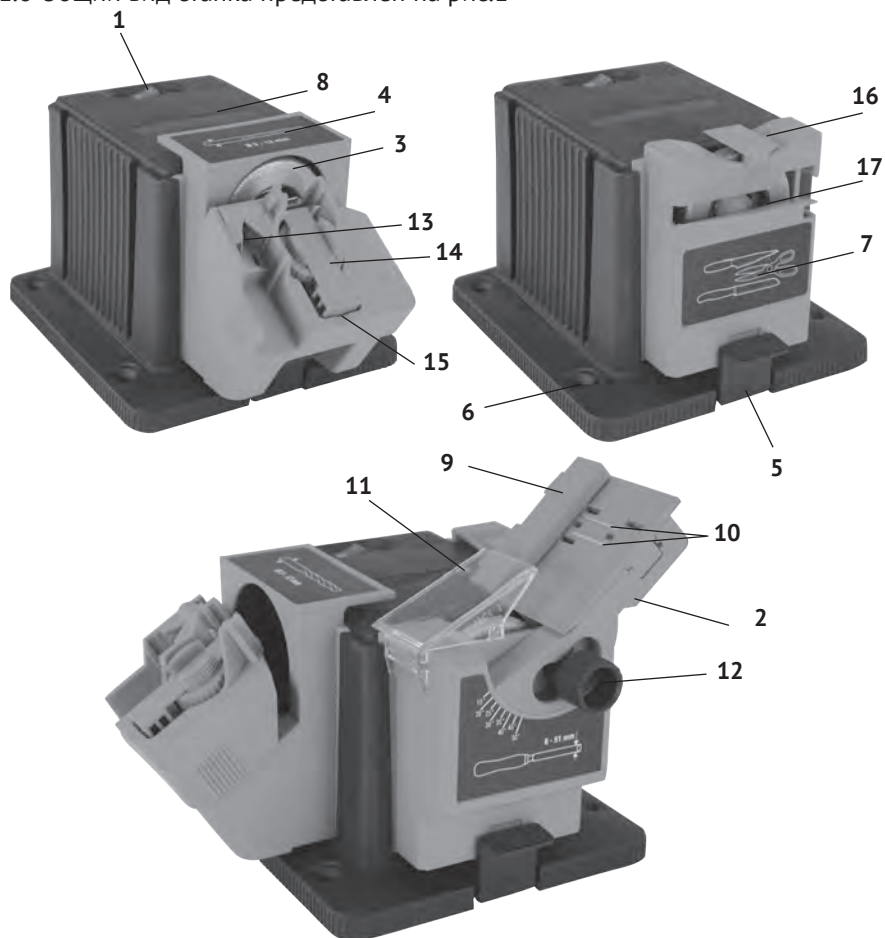
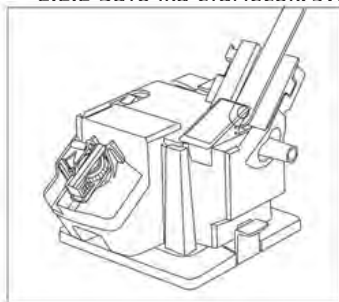
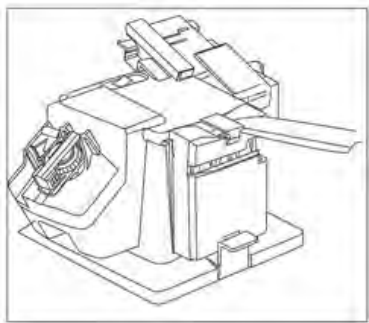
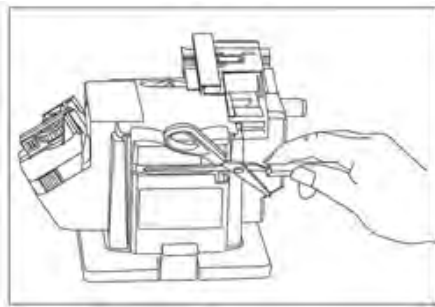

рис.1
рис.2
рис.4
рис.5
(далее по тексту – заточный станок) предназначен для заточки свёрл, ножей, ножниц и лезвий. Заточка различных инструментов производится с помощью 3-х сменных блоков: заточка свёрл (рис.1 поз.4); заточка стамесок, зубил (рис.1 поз.2) и заточка ножей или ножниц (рис.1 поз.7). Нужный для работы блок фиксируется в направляющих на фронтальной стенке станка с вращающимся алмазным кругом (рис.1 поз.3). При фиксации блока, срабатывает концевой выключатель (если микровыключатель не сработал, электродвигатель станка не включается).
1.6 Общий вид станка представлен на рис.1
1.7 Заточный станок состоит из силового блока (рис.1 поз.8), расположенного в пластиковом корпусе, закреплённом на основании. Силовой блок включает в себя электронную плату – выпрямитель и коллекторный двигатель постоянного тока. Для стационарного закрепления станка на верстаке (столе) шурупами или болтами, в основании имеются 4 монтажных отверстия (рис.1 поз.6). Крутящий момент с якоря электродвигателя передаётся через втулку на рабочий инструмент – заточный круг (рис.1 поз.3). Круг фиксируется на втулке пластиковой гайкой.
1.8 Выключатель (рис.1 поз.1) расположен сверху на силовом блоке.
- вставить в направляющие и опустить до фиксации (со щелчком) блок (рис.1 поз.2) для заточки стамесок, зубил и лезвий;
- положите затачиваемый инструмент (стамеску, др. лезвие) на кронштейн для лезвий. Магниты (рис.1 поз.10) удержат его в нужном положении (рис.2);
- для совпадения угла заточки с углом скоса стамески, ослабьте ручку регулировки угла (рис.1 поз.12) поверните кронштейн в нужное положение и затяните ручку;
- для удобства удержания узких лезвий пользуйтесь упором верхним (рис.1 поз.9) в качестве распорки;
- вставить в направляющие и опустить до фиксации (со щелчком) блок (рис.1 поз.4) для заточки свёрл;
- установите зажимное устройство со сверлом в V-образную направляющую (рис.1 поз.13), совмещая боковые пазы;
- вставить в направляющие и опустить до фиксации (со щелчком) блок (рис.1 поз.7) для заточки ножей и ножниц;
- включите электродвигатель и, удерживая нож за ручку (рис.4), вставьте ближайшую к ручке часть лезвия в прорезь (рис.1 поз.16) для заточки ножей;
- полностью раскрыв ножницы, перемещайте одно из лезвий вдоль щели заточки ножниц (рис.1 поз.17) от основания к кончику (рис.5);